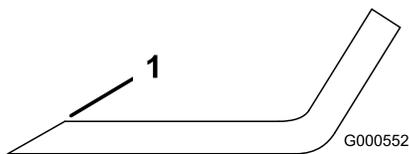

Рисунок 79
1. Заточите напильником режущую кромку на обоих концах ножа (Рисунок 79).
Примечание: Если нож не сбалансирован, удалите некоторое количество металла только с конца области загиба (Рисунок 79).